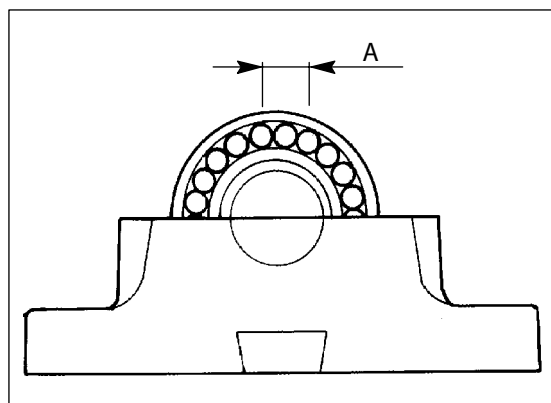
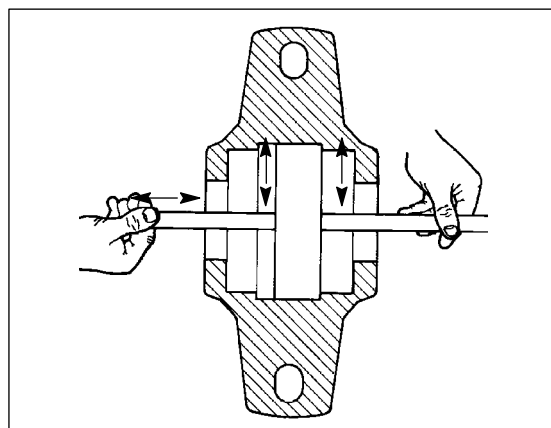

Fig. 8b. Før bladsøkeren inn mellom rullene og ytterringen.
Fig. 8c. Mål klaringen
2. Løsne festeskruene M10 (7) og det øvre lagerhuset (6).
5. Løsne låseringen (3) fra mutteren på akslingen og løsne mutteren.
6. Fjern avstandshylsen (3) hvis det gjelder lageret på matesiden.
7. Mål radialklaringen på toppen av lageret mellom rullene og ytterringen med en bladsøker. Klaringen skal være 0,02–0,03 mm (0,008–0,012"). Mål klaringen ved å føre bladsøkeren inn mellom lagerrullen (punkt A, Fig. 8b) gjennom lageret og før bladet frem og tilbake mellom rullene og ytterringen. Fig. 8c. Press ikke bladsøkeren inn med makt.
8. Hvis klaringen er større enn 0,03 mm må den justeres. Frigjør låseringen (2) fra akselmutteren (1).
12. Monter det øvre lagerhuset og trekk til skruene (6) med et moment på 50 Nm (36 7/8 lbf).